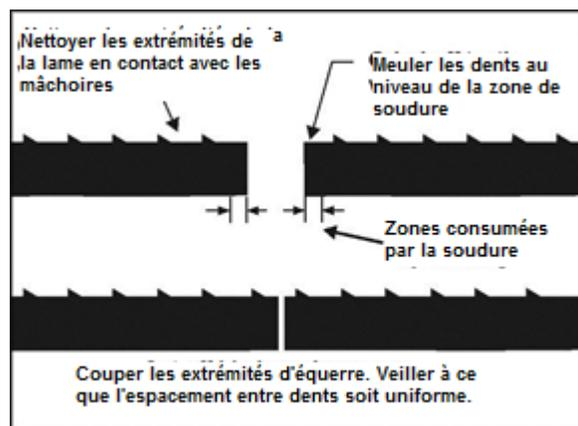

Figure 13
3. Positionner la lame de façon à ce que la coupe soit réalisée à un endroit permettant un espacement uniforme des dents. Voir Figure 13.
côté de la coupe de sorte que la zone de la soudure de la lame soit uniforme et que les dents soient régulièrement espacées. Voir Figure 13, reportez-vous au § 10.5 *Rectification de la lame*.
3. Appuyer et relâcher rapidement ("Jog") le bouton de recuit (Figure 13). Répéter le processus Jog jusqu'à ce qu'une lueur légèrement rouge soit visible sur la zone de soudure.